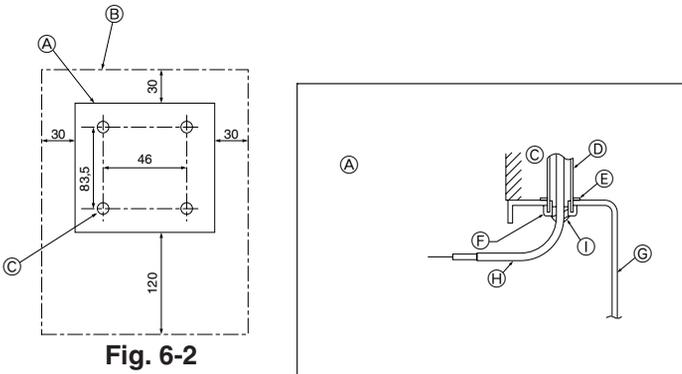

Fig. 6-2
(1) Selezionare un luogo adatto per l'installazione del comando a distanza. (Fig. 6-2) I sensori della temperatura sono situati sia sul comando a distanza che sulla sezione interna.